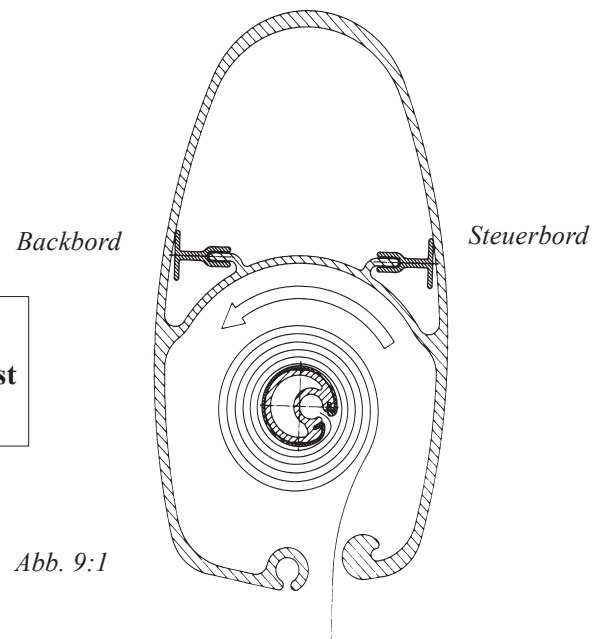

Abb. 9:1
8. Rollen Sie das Segel bis zum Schothorn in den Mast. Das Rollprofil hat eine asymmetrische Form, welche das Einrollen nach einer Seite hin erleichtert. Aus dem Grund soll das Segel immer Steuerbord um das Profil gerollt werden. (Siehe Abb. 9:1) Das geschieht, in dem Sie die Wisch im Uhrzeigersinn drehen.
1. Kontrollieren Sie, ob das Segel korrekt auf das Rollprofil gedreht worden ist, d.h. auf Steuerbord um das Profil. (Siehe auch Abb. 9:1).